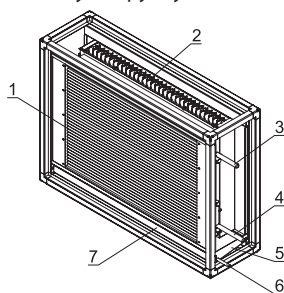

Рисунок 23
Водяной воздухоохладитель (рис.23) предназначен для охлаждения и осушения воздуха и представляет собой медно-алюминиевый теплообменник (1), поверхность нагрева которого образована пучком медных труб, оребренных пластинами из алюминиевой фольги. Теплообменник (1) и каплеуловитель (2) установлены на специальные направляющие (7) и образуют разборную конструкцию позволяющую демонтировать их по отдельности. Для слива теплоносителя и выпуска воздуха из контура теплообменника в подводящих и отводящих патрубках (3) и (4) предусмотрены отверстия, закрытые пробкой. Сбор конденсата происходит в поддоне (5). Удаление конденсата из поддона происходит через сливную трубку (6).